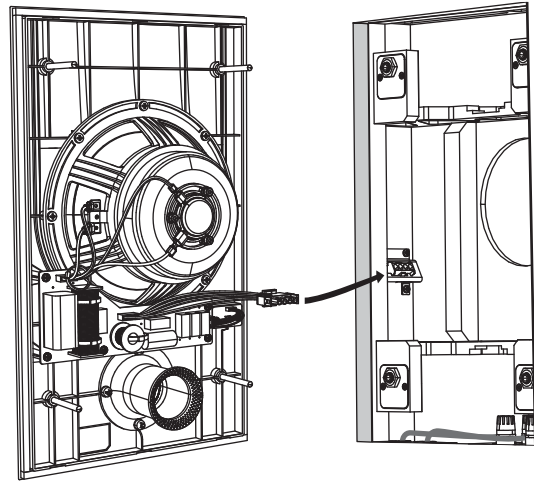

Fig. 1. Collegamento del cablaggio
1. Con l'aiuto di un assistente, sollevare il gruppo altoparlante PCI 7DC IW vicino all'apertura del muro a secco e collegare saldamente il connettore del cablaggio a quattro pin al connettore corrispondente all'interno del contenitore posteriore (Fig. 1).